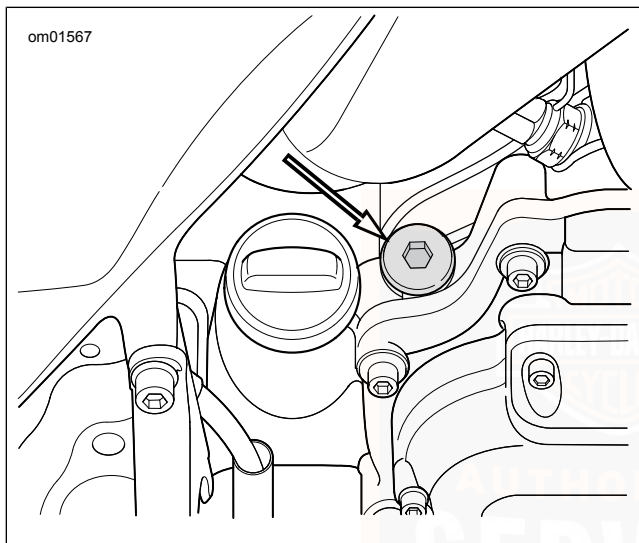

Abbildung 66. Lage des Getriebeeinfüllverschlusstops-fens/Ölmesstabs
2. Siehe Abbildung 66. Den Getriebeeinflussverschlussstopfen/Ölmessstab entfernen. Den Ölmessstab sauber wischen.